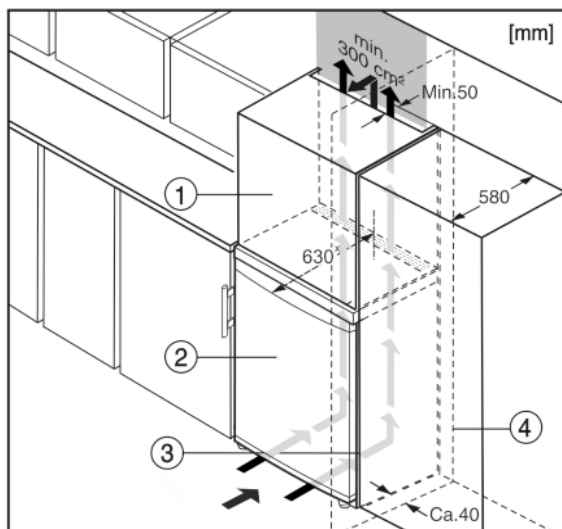

Fig. 6
- (1) Viseći ormar
- (2) Uređaj
- (3) Kuhinjski ormar
- (4) Zid
Uređaj se može adaptirati za ugradnju u kuhinjski namještaj. Kako biste uređaj Fig. 6 (2) prilagodili visini kuhinjskog namještaja, iznad uređaja možete postaviti odgovarajući viseći ormar Fig. 6 (1).*
Kod adaptacije s normalnim kuhinjskim ormarima (dubina maks. 580 mm) uređaj se može postaviti direktno uz kuhinjski ormar Fig. 6 (3). Uređaj stoji bočno 34 mm* i u sredini uređaja 50 mm* nasuprot pročelju kuhinjskog ormara.*
Kada se uređaj postavlja s okovima pored zida Fig. 6 (4), razmak između uređaja i zida mora iznositi najmanje 40 mm. To odgovara stajanju ručice kod otvorenih vrata.